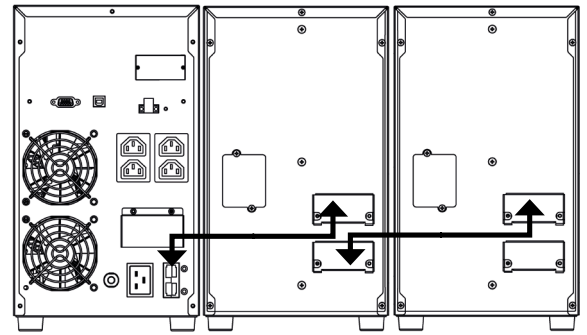

Fig. 9. Connexion avec modules de batteries.
Branchez le connecteur de l'une des extrémités du câble au connecteur correspondant du SPS ADVANCE T et celui de l'autre extrémité à celui du module de batteries (voir Fig. 9).
- La Fig. 9 montre, à titre d'exemple, la connexion d'un équipement de 3 kVA, avec deux modules de batteries. Pour un plus grand nombre, opérez d'une manière similaire à celles de l'illustration.